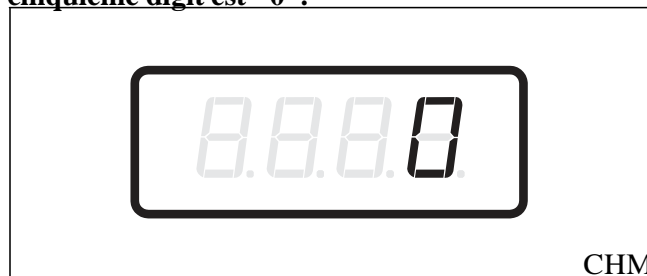

Figure 24
2. Lorsque "SA16" s'affiche, appuyer sur la touche DEMARRAGE (Enter). Le Prix de vente #6 de la vente spéciale A comprend cinq digits. Le cinquième digit s'affiche et clignote par intervalles d'une seconde. Se référer à la *Figure 24*.